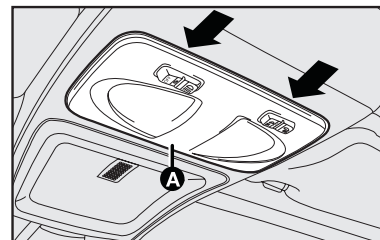

fig. 40
1) utilizando un destornillador en el puntos **fig. 40** retire la consola de techo completa que está fijada a presión;